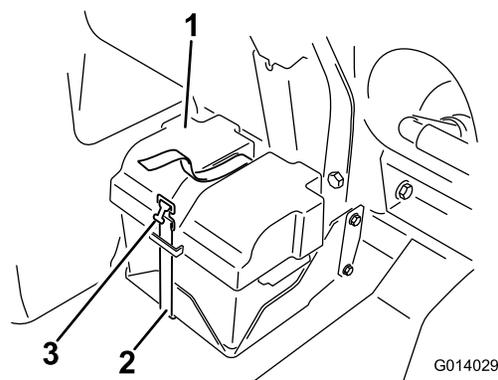

Figura 81
- Retire a cobertura da bateria e desligue o cabo negativo (preto) do borne da bateria (Figura 81).
4. Coloque a tampa da bateria e fixe-a com a cinta que retirou anteriormente (Figura 81).